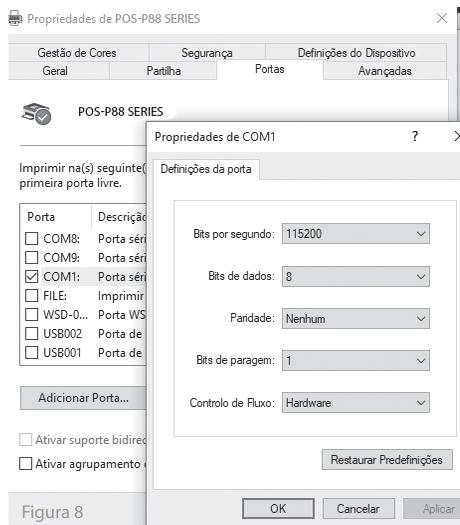

Figura 8
**3.1.1.** Clique no botão do lado direito do rato, sobre a figura da impressora “80mm Series Printer” e selecione “Propriedades”. (Ver Figura 8).